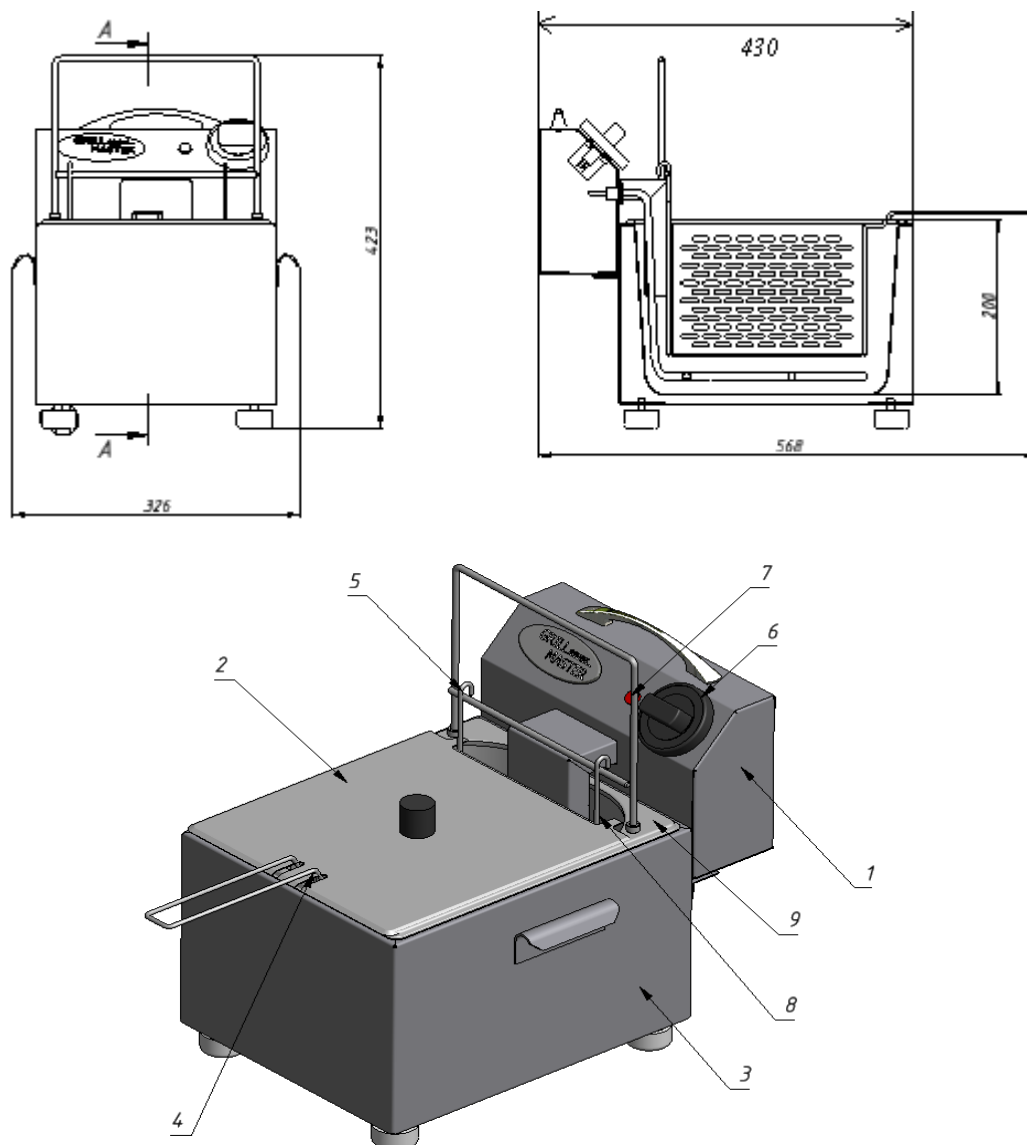

Рисунок 1
8.3. С помощью ручки терморегулятора поз.6 (рис.1) установите необходимую температуру. При этом загорится сигнальный индикатор поз.7. По истечении времени фритюр нагреется до необходимой температуры. Сигнальный индикатор при этом погаснет и нагрев ТЭНа поз.8 прекращается. Включение ТЭНа происходит автоматически после снижения температуры фритюра ниже установленной.